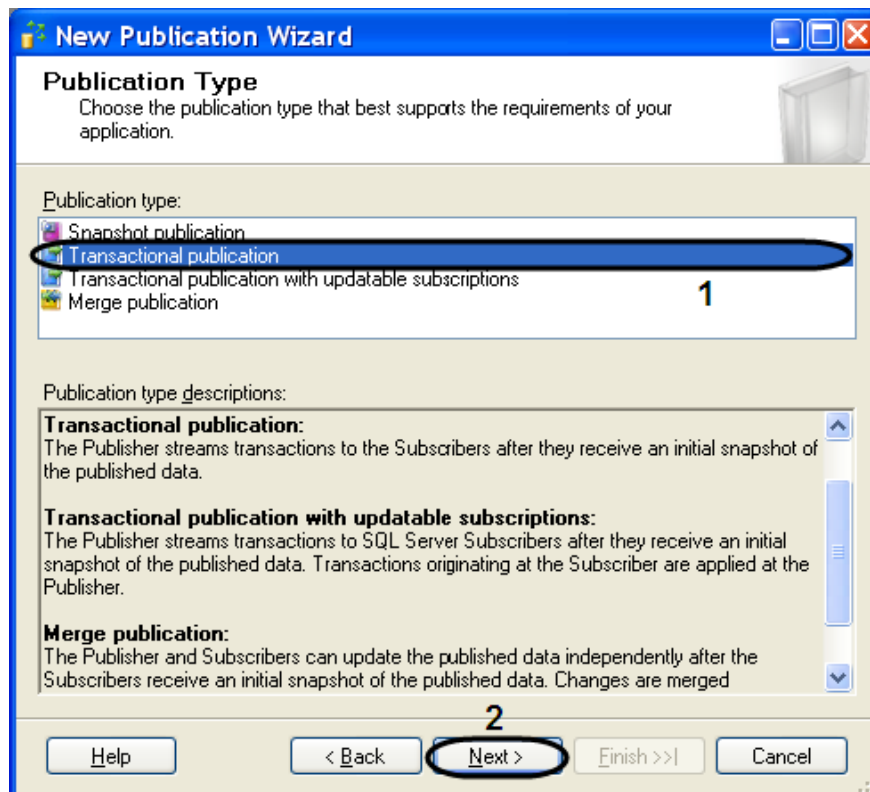

Рис. 11.3-5. Выбор типа публикации
- 10.3. Выбрать значение типа создаваемой публикации из списка «Publication Type» - «Transactional publication» (Рис. 11.3-5, 1).
- 10.4. Для продолжения нажать кнопку «Next >»(Рис. 11.3-5, 2).